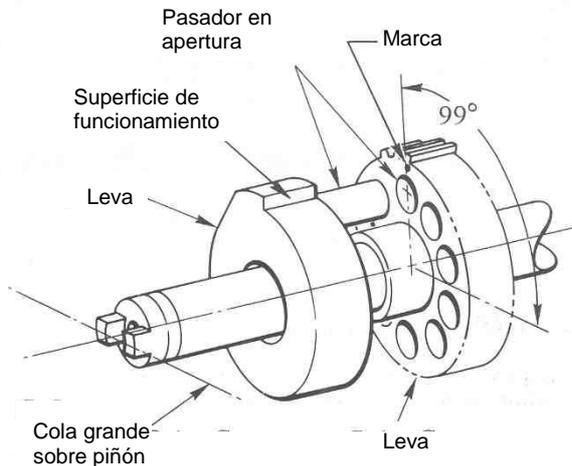

Figura 6. Posición de la leva para el desencague del 1^{er} nivel.
8. Empujar la leva hacia la izquierda para desencajarla del piñón (Figura 6).
9. Girar la leva hasta que su superficie de funcionamiento esté derecha (Figura 6). En esta posición, la superficie de funcionamiento tira del rastrillo cuando la cifra deseada en la rueda de la primera cifra se vea en el cristal.
10. Colocar la leva en el piñón (Figura 6).